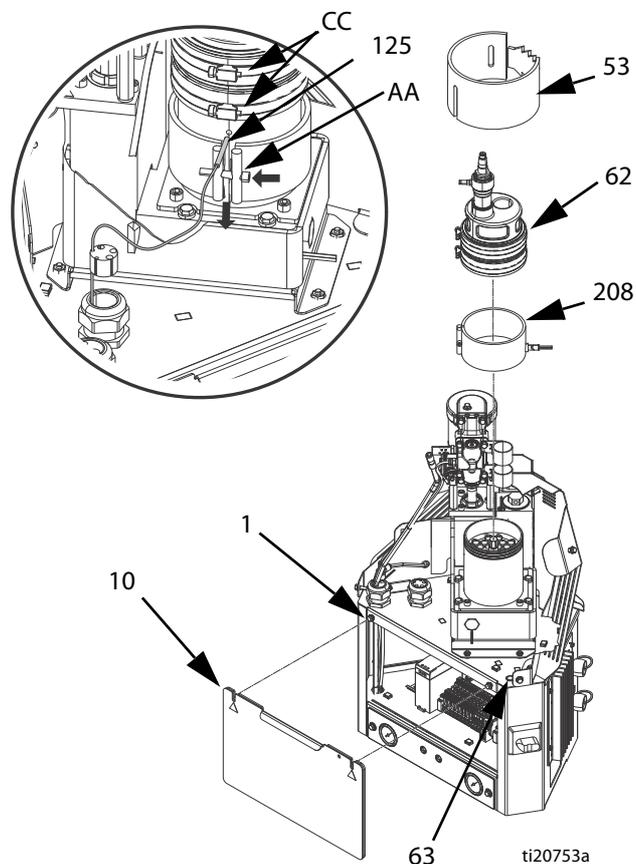

Рис. 33
6. Выкрутите винты (8) и снимите переднюю дверцу (10) доступа к электрическому блоку.
7. Отсоедините трубку (36) для воздуха от клапана (245) снятия давления. Вытяните трубку для воздуха из металлического кожуха (27).
8. Снимите гайки (3) с заднего металлического кожуха (27), а затем снимите кожух.
9. Ослабьте зажим для шланга на кронштейне (528) для пневматического двигателя и снимите воронку (61).
10. Извлеките проводные разъемы из реле (251) перегрева.
11. Снимите изоляторы (52, 53) с узла расплавителя (5).
12. Отключите кабель датчика заполнения от датчика (20) заполнения.
14. Снимите трубку для воздуха с колпачка заполнения (62).
15. Снимите трубку для воздуха с пневматического двигателя (218).
16. Ослабьте винт (AA) и снимите датчик (125). См. Рис. 33, стр. 48.
17. Снимите переднюю дверцу (10) доступа к электрическому блоку.
18. Отключите все провода нагревателей от следующих клемм. Вытяните провода через резиновую прокладку в верхней части электрического блока (1). Для справки см. Рис. 33, стр. 48.
3. С помощью 4 болтов (259) зафиксируйте узел расплавителя на основании (257) расплавителя.
4. Используя четыре гайки (3), прикрепите узел расплавителя к системе.
5. Объедините 4 набора проводов нагревателей и пропустите их через прокладку в верхней части электрического блока (1). Подключите провода, как указано ниже. Для справки см. Рис. 33, стр. 48.
6. Подключите трубку для воздуха к пневматическому двигателю (218).
7. Подключите трубку для воздуха к колпачку (62) заполнения.
8. Подключите кабель датчика заполнения к датчику (20) заполнения.
10. Вставьте воронку (61) в кронштейн (528) для пневматического двигателя и затяните зажим.
11. Установите датчик (125) температуры в расплавитель и затяните винт (AA) на ленточном нагревателе. См. Рис. 33, стр. 48.
12. Установите изоляторы (52, 53) на узел расплавителя (5).
Разборка (см. Рис. 33).
Сборка (см. Рис. 33).
- Установите дверцу (10) доступа к электрическому блоку. См. Рис. 33.
- Установите тканевый изолятор (53) расплавителя.
- Установите резиновый корпус колпачка (62) заполнения вместе с ленточными зажимами.
- Установите воронку в колпачок (62) заполнения и затяните ленточные зажимы (CC) на резиновом корпусе.
- Вставьте узел воронки (61) в кронштейн (528) для пневматического двигателя и затяните зажим.
6. Установите дверцу (10) доступа к электрическому блоку. См. Рис. 33, стр. 48.
7. Установите тканевый изолятор (53) расплавителя.